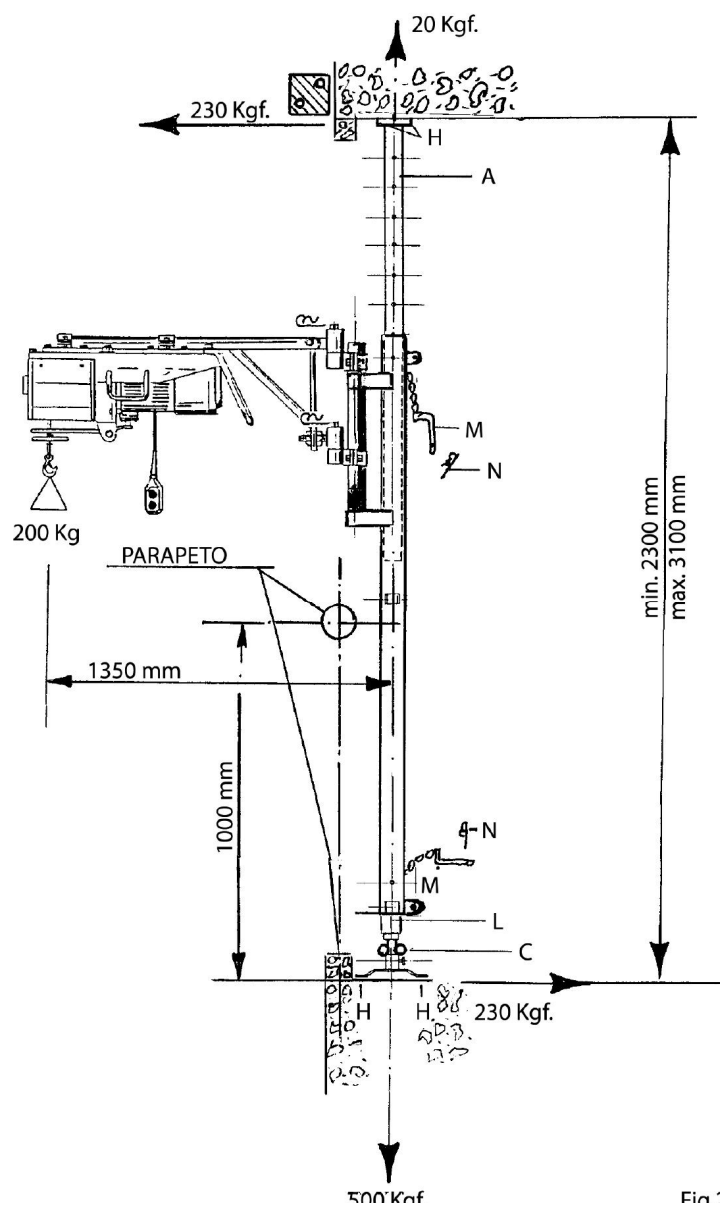

FIG. 3 — Installation avec étau : cotes et forces transmises
L'étau peut être utilisé sans les barres de base, les tirants et le bac à contrepoids, pour une capacité réduite à 200 kg, en utilisant la rallonge (A) et le pied réglable (L), qui doit être complètement vissé à l'intérieur (voir FIG. 3).